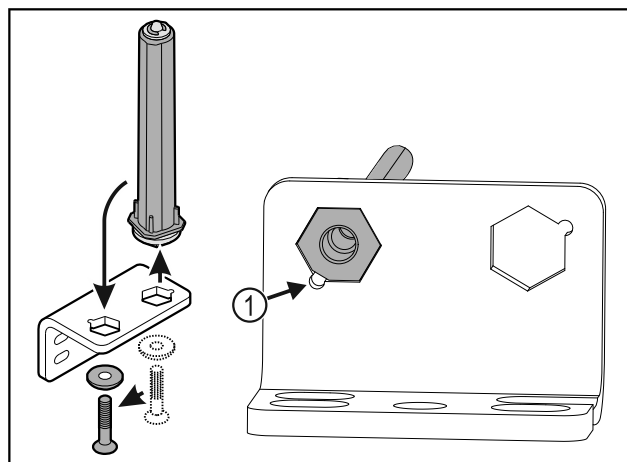

Fig. 33
- Let erop dat bij het plaatsen de boutafschuining Fig. 33 (1) naar het ronde gat wijst.